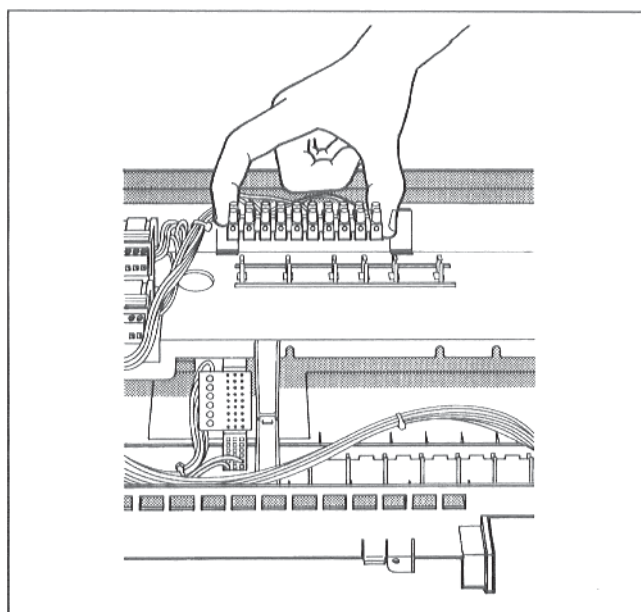

Рис. 4: насадить зажимы
- Насадить зажимы на держатель зажимов (рис. 4).